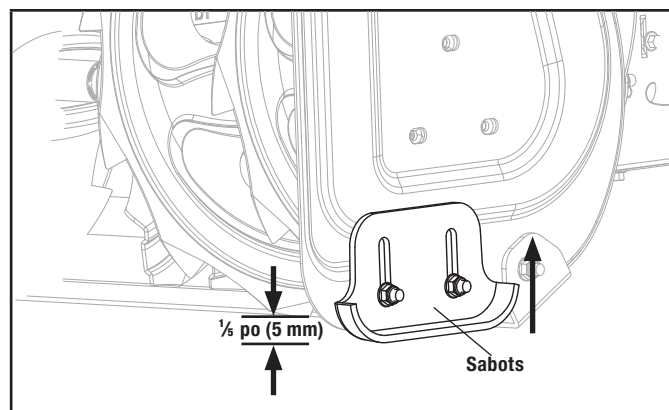

Figure 17A
- Sur un terrain plat, p. ex., asphalté, les sabots devraient être réglés à environ  $\frac{1}{8}$  po (5 mm) (la distance entre la tarière et le sol). (figure 17A)